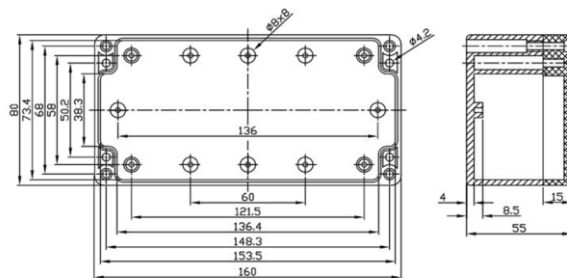
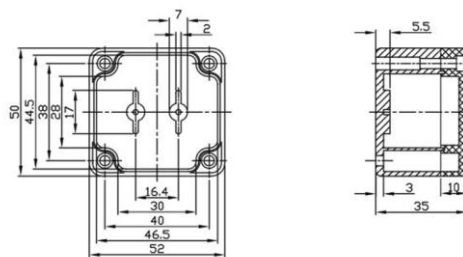

Рис. 1. Монтажные размеры исполнительного блока
Рис. 2. Монтажные размеры микрофонного блока
3. Смонтируйте исполнительный и микрофонный блок устройства на расстоянии, минимум 50 см. от земли и строго в горизонтальном положении (монтажные размеры блоков на Рис. 1 и Рис. 2).
Чувствительность устройства при детекции сирены может быть скорректирована переменным резистором «чувствительность» (см. рисунок 1) . Стандартная, установка резистора находится в минимальном положении, которой вполне достаточно для детекции сирен на расстоянии 5 метров и при давлении 90-125 дБ. Однако, при установке блоков устройства далеко от исполнительного устройства автоматики или если есть большое акустическое зашумление, мы рекомендуем изменить чувствительность, проведя несколько калибровочных тестов с сигнально громкоговорящим устройством и шумомером, которое рекомендовано производителем.